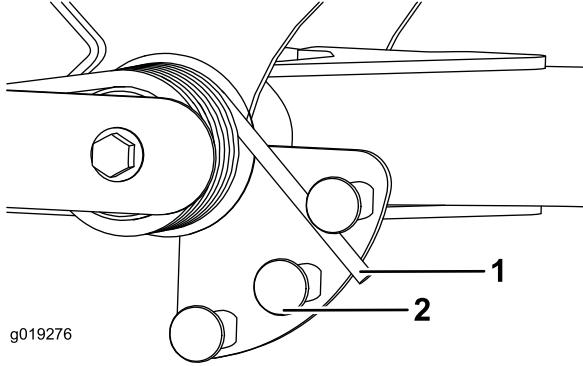

Bild 41
2. Stecken Sie ein Rohr oder ein ähnliches Objekt in das lange Federende und drehen Sie es um den Federaktuator in die gewünschte Stellung (Bild 41).